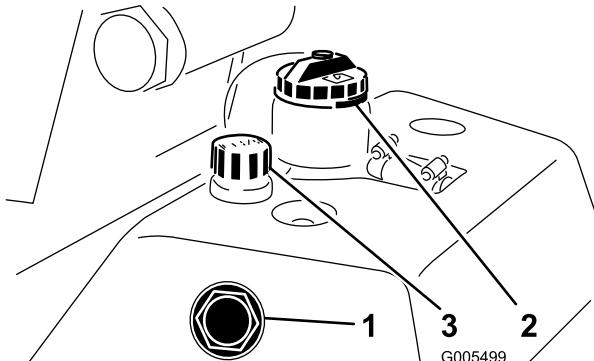

Figura 26
1. Parcheggiate la macchina su terreno pianeggiante. Controllate che la macchina si sia raffreddata, in modo che l'olio sia freddo. Controllate l'olio verificando la spia di livello, sul fianco del serbatoio ausiliario dell'olio (Figura 26). L'olio è sufficiente quando raggiunge il segno di pieno (Full) sulla spia.